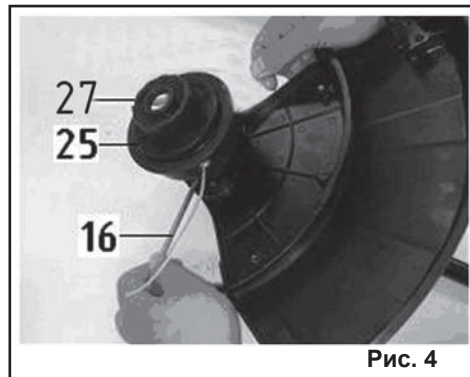

Рис. 4
7.2. Снятие и установка триммерной катушки (Рис. 4)